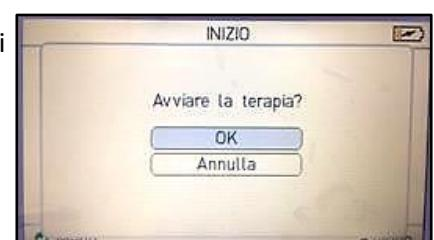

Figura 25. Schermo di dialogo per avviare il trattamento
2. Premete . Appare la casella di dialogo *Avviare la terapia* e il campo *OK* si evidenzia brillante (v. Figura 25).